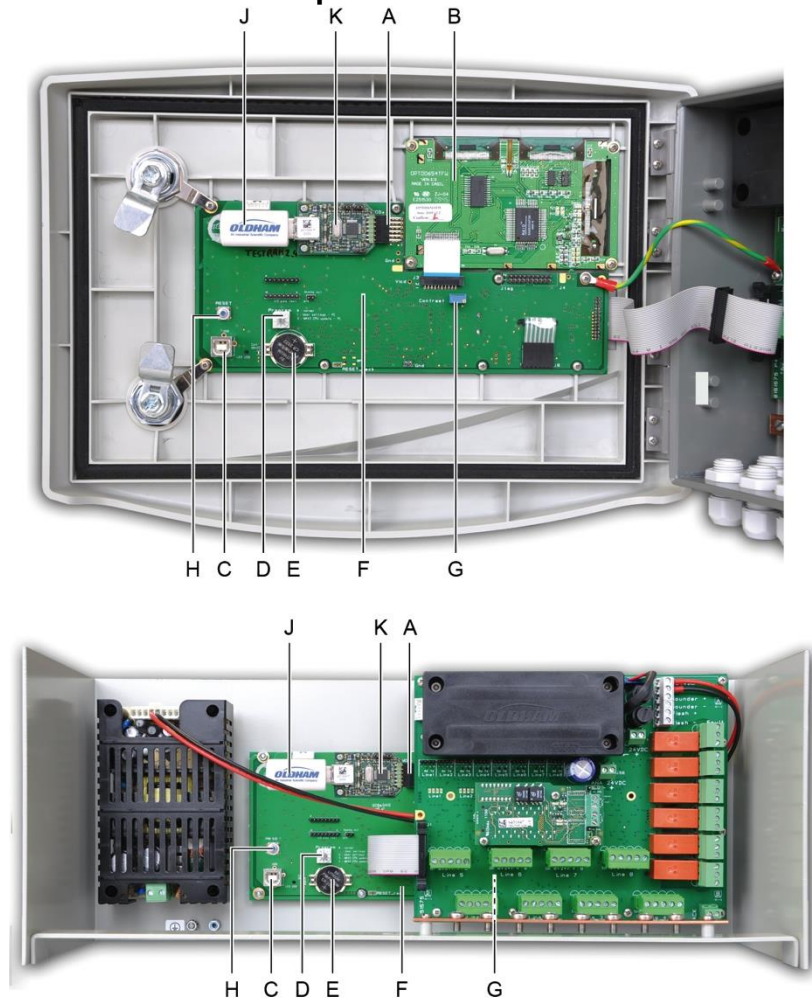

Figura 10: Vista interna, as versões de montagem em parede e montado em rack - cartões de microprocessador e display.
M.	Placa de microcontrolador. Ver Figura 10 na página 14.
V.	Comutador de programação. Ver Figura 10 na página 14.
W.	Pilha de lítio do tipo CR2032. Ver Figura 10 na página 14.
X.	RS485 Módulo de Saída Digital. Veja o Ver Figura 10 na página 14 e página 69.